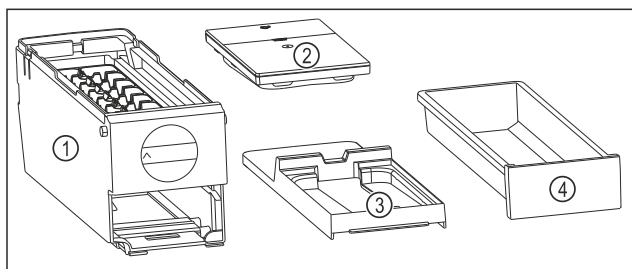

Fig. 76 Составные части EasyTwist-Ice
- ▷ EasyTwist-Ice разобран на четыре части. (см. Fig. 76)
- ▶ Разбирайте EasyTwist-Ice только на составные части, представленные на рисунке. (см. Fig. 76)
- ▶ Очищайте корпус EasyTwist-Ice Fig. 76 (1) как цельное устройство.